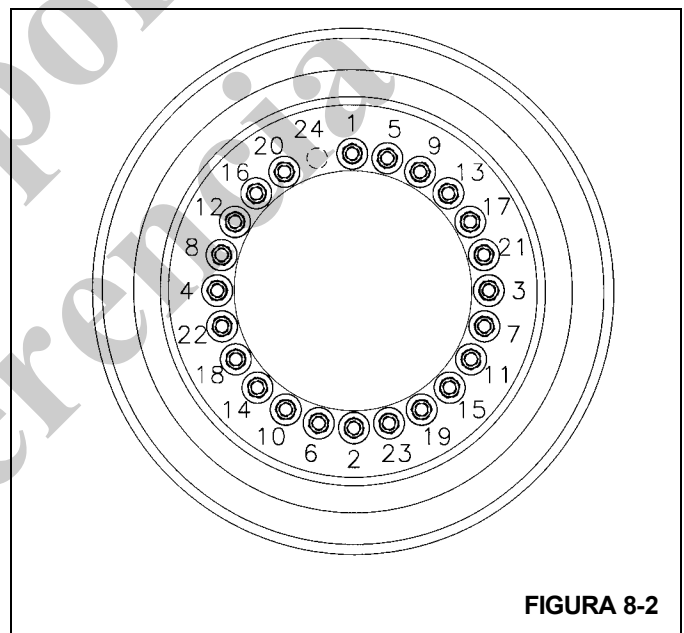

FIGURA 8-2
2. Coloque el conjunto de rueda en los espárragos de montaje. Instale las tuercas de rueda y apriételas a 70 Nm (50 lb-pie) siguiendo la secuencia ilustrada en la Figura 8-2.
4. Continúe apretando las tuercas de rueda a 407 a 475 Nm (300 a 350 lb-pie) siguiendo la secuencia ilustrada en la Figura 8-2.